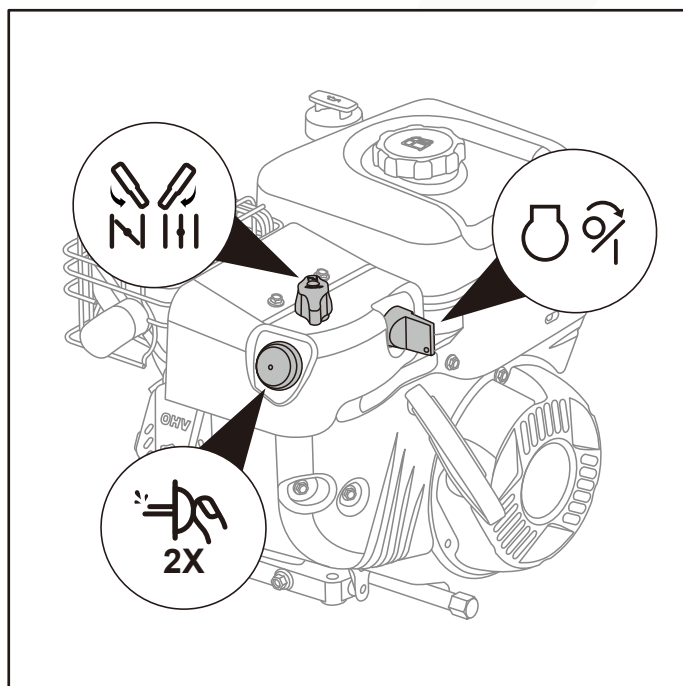

Fig. 9A
1. Asegúrese de que la llave de seguridad está insertada y girada a la posición "ON". (Fig. 9A)
2. Mueva el mando del ahogador a la posición CERRADO. (Fig. 9A)
3. Empuje la bombilla de cebado dos (2) veces. (Fig. 9A)
5. A medida que el motor se calienta, mueva el mando del ahogador a la posición ABIERTO. (Fig. 9A)